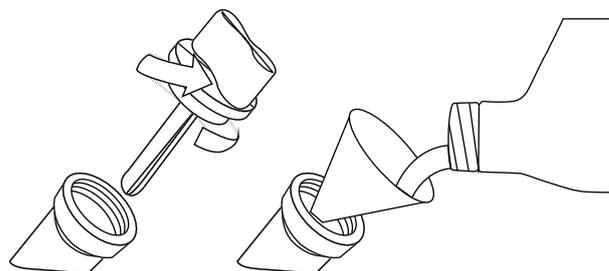

Figura 3: Imbuto dell'olio
3. Utilizzando l'imbuto e l'olio, versare l'intera bottiglia di olio nel motore (vedere la Figura 3).